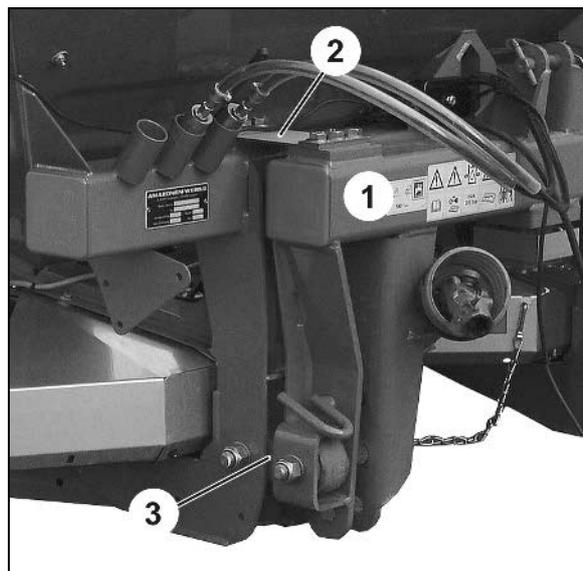
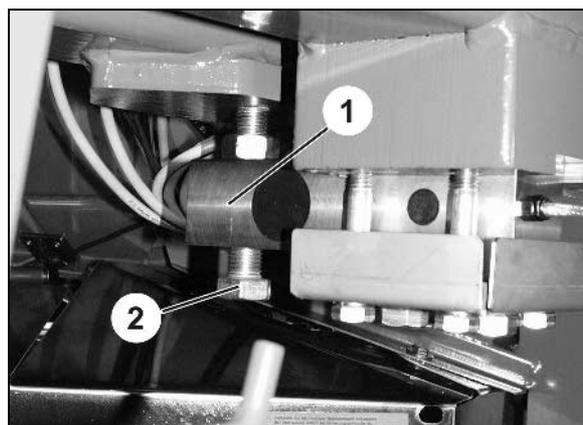
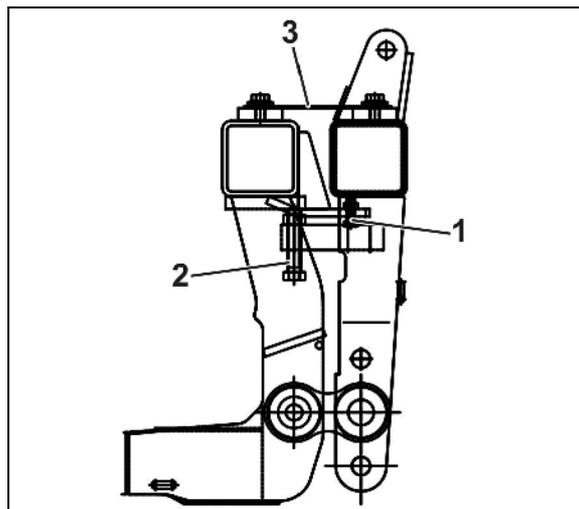
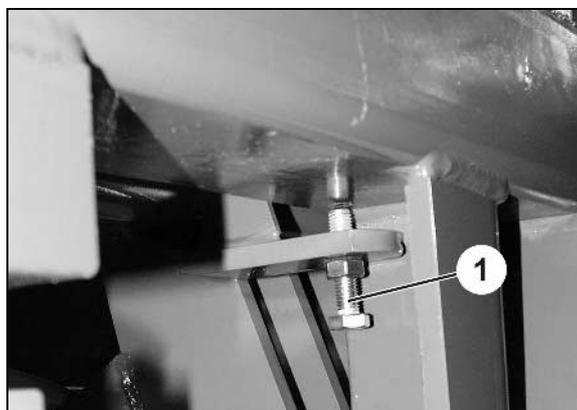

Рис. 18
Рис. 19
Рис. 20
Рис. 21
**ZA-M 1500 Profis** имеет установленную перед распределителем дополнительную раму (Рис. 18/1), на которой находится взвешивающее устройство (Рис. 19/1).
Взвешивающая рама (Рис. 18/1) крепится с распределителем сверху при помощи двух листовых рессор (Рис. 18/2 и Рис. 20/3), а снизу при помощи двух опорных накладок (Рис. 18/2) в параллелограммной конструкции.
Листовые рессоры и опорные накладки принимают на себя все горизонтальные силы, при чем вертикальная сила (масса распределителя) принимается находящимся во взвешивающем устройстве (Рис. 19/1) микрометром (Рис. 19/2 и Рис. 20/2).
Слева и справа на раме распределителя удобрений **ZA-M** находится по одному ограничительному болту (Рис. 20/1 и Рис. 21/1), которые выставляются с 2 мм зазором по отношению к взвешивающей раме.